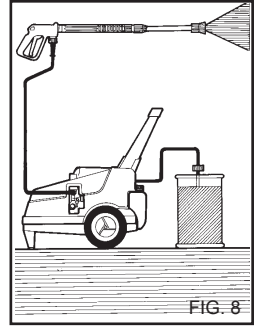

FIG. 8
1) Depois de usar o detergente, enxágue o circuito de sucção; enfie o tubo de sucção (fig. 8) de detergente num tanque contendo água limpa e faça com que a bomba funcione por um minuto com a torneira de dosagem completamente aberta e com a lança em fase de saída de detergente.
4) Depois da utilização do detergente, enxágue o circuito de sucção; enfile o tubo de sucção (fig. 8) de detergente num tanque contendo água limpa e faça com que a bomba funcione por 1 minuto com a lanca em fase de saída de detergente.